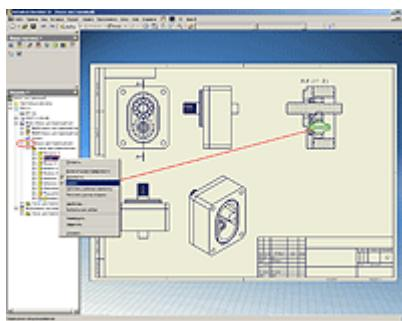

Рисунок 7
7. При необходимости, детали, которые не должны попадать в разрез (например, такие как валы) можно выключить из сечения. Для этого в браузере чертежа необходимо в текущем виде найти деталь, которую необходимо исключить из разреза и правой кнопкой мыши снять флагок с пункта меню «Разрез» (см. Рисунок 7).